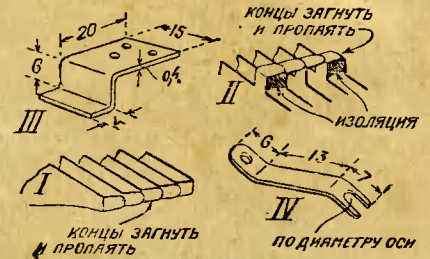

Рис. 3. Детали конденсатора.
Проложив между пластинами фанеру, зажимают их в тиски, поставив на место ось и урегулировав затем положение пластин и оси так, как они должны быть в готовом конденсаторе, после чего припаивают пластины к оси. Далее, загибают, как показано на рис. 3—II, концы
После этого, припаяв к оси в соответствующем месте упорную шайбу (для чего можно воспользоваться гайкой от клеммы) и надсверлив немного (сначала сверлом побольше, потом—поменьше) тот конец оси, куда должен входить упорный шарик, а также вставив на клею или на сургуче предохраняющие от короткого замыкания кусочки эбонита (рис. 3—II),—получаем готовый ротор.
**Сборка статора.** Совершенно таким же способом, т.-е., зажав в тисках с теми же прокладками (их лучше пронумеровать и поставить между соответствующими пластинами), соединяются между собой и пластины статора. К нижним язычкам, которые будут в дальнейшем прилегать к эбониту, припаиваем изогнутую латунную пластинку по рис. 3—III (см. также все другие чертежи). Концы пластины спаиваются по рис. 3—I.
После этого готовят упорную пружину, размеры которой даны на рис. 3—IV. Залудив тот ее конец, который будет прильпываться к станине, а также соответствующее место на самой станине,—приклеивают пружину латунной заклепкой, после чего, приложив к этому месту горячий паяльник, пружину припаивают. Перед клепкой, конечно, выверяют положение пружины с таким расчетом, чтобы ось ротора хорошо вошла на место и чтобы было достаточное нажатие пружины на упорную шайбу при положении ротора посредине между щеками станины.